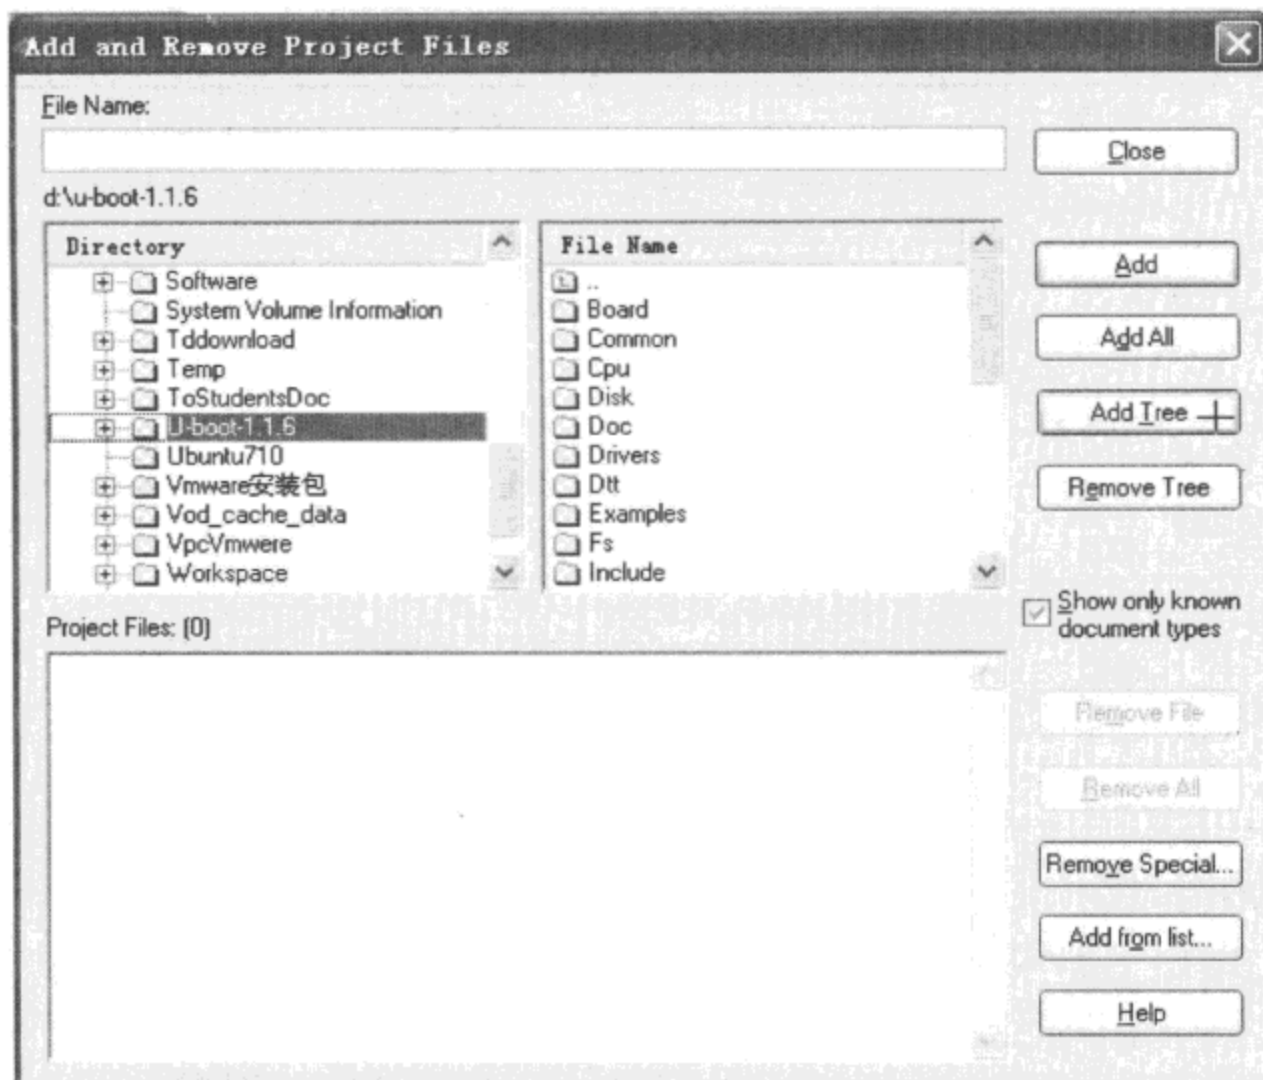

图 5-3 新建 Source Insight 工程
3. 快速创建 u-boot-1.1.6 的 source insight 工程(图 5-3)
单击菜单 Project→New Project,开始新建一个新的工程,将 u-boot-1.1.6 的源代码加入该工程。在图 5-3 中选中“u-boot-1.1.6”源码目录后,单击 Add Tree 按钮将 u-boot 全部的